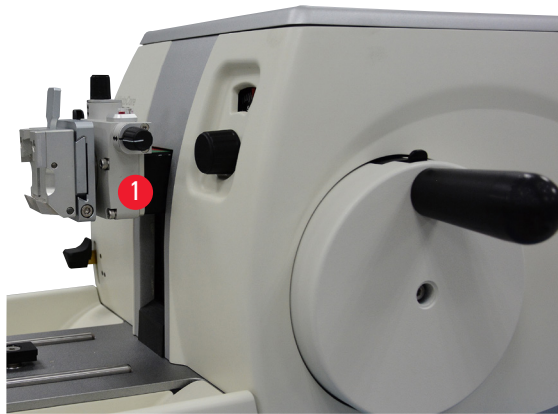

図 18
- ハンドホイールを回し、試料ヘッドを垂直ストロークの半分の高さにセットします (→「図 18」)。